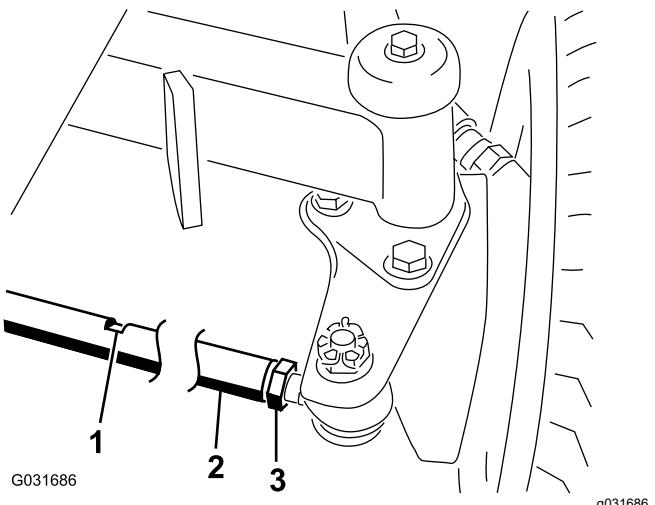

図 84
2. 各タイロッド図 84 の端についているジャムナットをゆるめる。